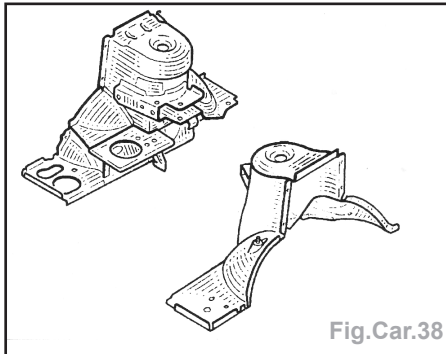

Fig.Car.38
- Pièce assemblée avec (Fig.Car.38) :